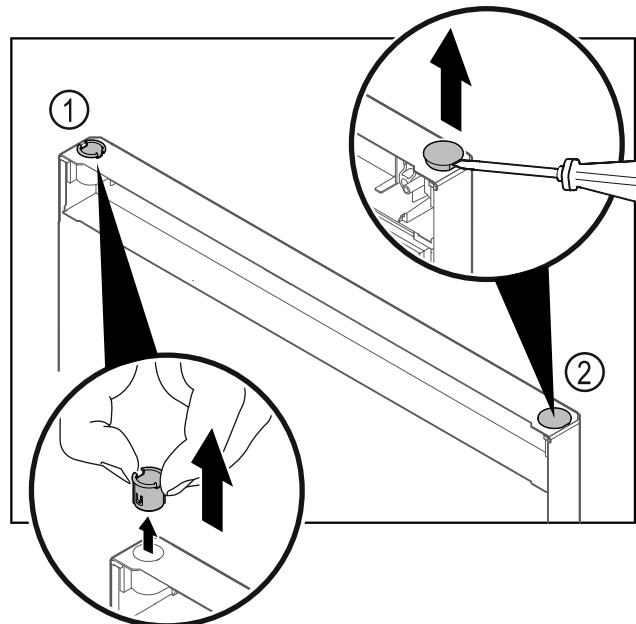

Fig. 27 Kühlteiltür
- Scharnierbuchse Fig. 27 (1) mit den Fingern herausziehen.
- Abdeckstopfen Fig. 27 (2) vorsichtig mit einem Schlitzschraubendreher anheben und herausziehen.